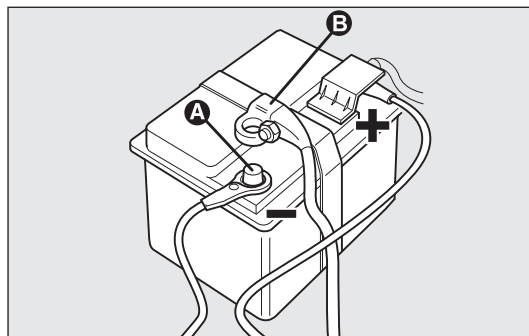

рис. 171
- отсоедините клемму В – рис. 171 от отрицательного вывода А аккумуляторной батареи;